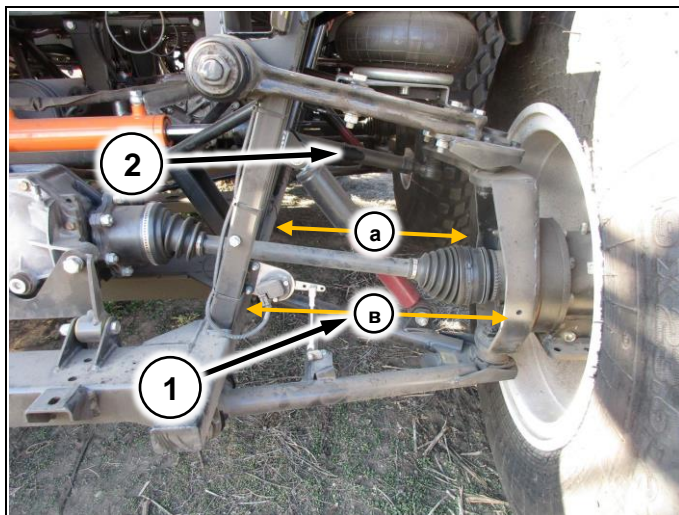

Рис. 65
2. Замерьте расстояние от нижнего профиля рамы до края редуктора, как показано на рисунке (а и в) (Рис. 65/1)
3. Вращая рулевую тягу (Рис. 65/2) добейтесь одинакового положения редуктора относительно рамы ( $a=b$ )